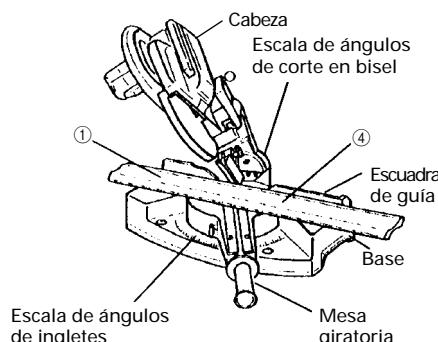

Fig. 36
### (1) Ajuste para cortar molduras en vértice a los posiciones ① y ④ de la Fig. 34 (consulte la Fig. 36, incline la cabeza hacia la izquierda):
- ① Gire la mesa giratoria hacia la derecha y ajuste el ángulo de ingletes de la forma siguiente: